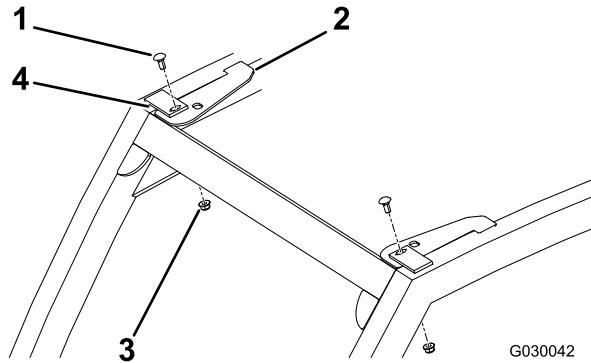

Figura 3
2. Fissate la staffa con un bullone a testa tonda e un dado flangiato (Figura 3).
1. Posizionate una staffa anteriore come illustrato nella Figura 3.